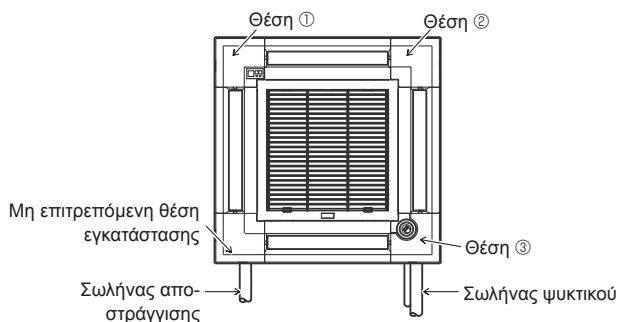

Fig. 9-11
Το γωνιακό πλαίσιο του δέκτη σημάτων δεν μπορεί να εγκατασταθεί στην πλευρά του σωλήνα αποστράγγισης για την κύρια μονάδα. (Ανατρέξτε στην Fig. 9-11)
- * Εάν η θέση του i-see Sensor έχει αλλάξει από την προεπιλεγμένη (θέση Ⓒ) σε άλλη θέση, αλλάξτε τις ρυθμίσεις λειτουργίας. (Ανατρέξτε στη σελίδα 127 και την Fig. 9-11)
- Το γωνιακό πλαίσιο του i-see Sensor δεν μπορεί να εγκατασταθεί στην πλευρά του σωλήνα αποστράγγισης για την κύρια μονάδα. (Ανατρέξτε στην Fig. 9-11)
- Θέση ①: Προεπιλεγμένη θέση του δέκτη σημάτων (σημάδια προσδιορισμού της εξόδου αέρα □/□□□)
- Θέση ②: (Σημάδια προσδιορισμού εξόδου αέρα □/□□)
- Θέση ③: Προεπιλεγμένη θέση του i-see Sensor (σημάδια προσδιορισμού της εξόδου αέρα □□/□□□)